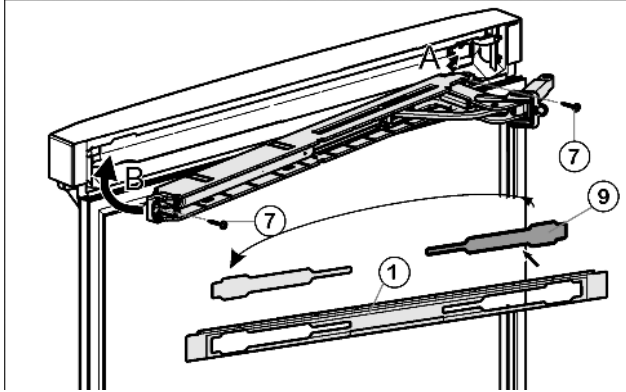

Fig. 17
- ▶ Détacher le cache Fig. 17 (9) du panneau Fig. 17 (1) et le remettre en place de l'autre côté.
- ▶ Encliqueter l'unité supérieure de l'amortisseur de fermeture avec l'articulation du côté charnière (A) et la guider pour la repositionner (B).
- ▶ Visser l'unité d'amortisseur de fermeture à fond (2 Torx® 15) Fig. 17 (7).